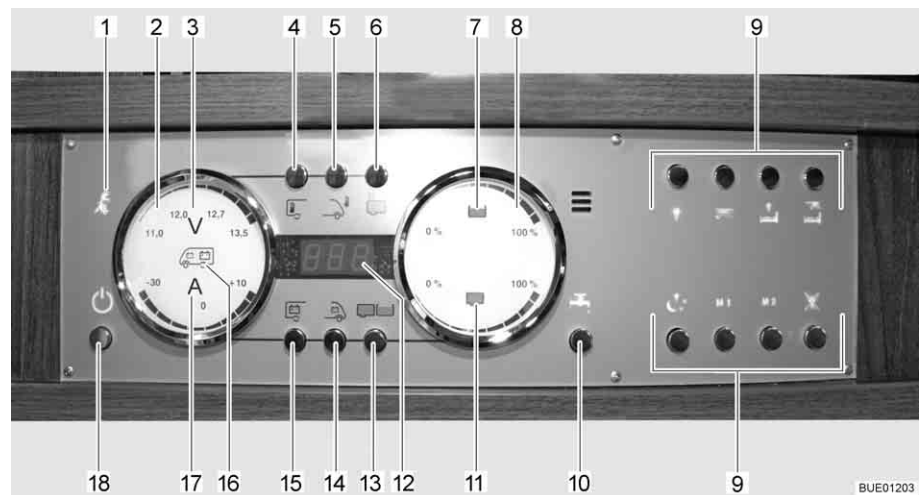

Fig. 153 Painel de controlo LT 510
A luz piloto amarela de 230 V (Fig. 153,1) acende-se, quando à entrada da central elétrica existe tensão de rede.
O interruptor principal de 12 V (Fig. 153,18) liga e desliga o painel de controlo e a alimentação de 12 V do habitáculo.
- Prima por breves instantes a tecla da alimentação de 12 V (Fig. 153,18). É ligada a alimentação de 12 V do habitáculo. A indicação de controlo "12 V" acende-se.
- ▷ Quando depois da ligação, o LED "11,0" da indicação da voltagem assim como o símbolo Volt "V" (Fig. 153,3) ficam a piscar no indicador das baterias (Fig. 153,2), então é porque a tensão da bateria do habitáculo está baixa. Carregue a bateria.
- ▷ Quando depois da ligação a indicação de controlo "12 V" e o símbolo Volt "V" (Fig. 153,3) piscam três vezes, então é porque está ativada a separação da bateria. Desative a separação da bateria.
- Prima por breves instantes a tecla da alimentação de 12 V (Fig. 153,18). É desligada a alimentação de 12 V do habitáculo. A indicação de controlo "Alimentação de 12 V" apaga-se.
- Prima a tecla da bateria do habitáculo (Fig. 153,15) e mantenha-a premida durante aprox. 10 segundos. O símbolo Volt "V" (Fig. 153,3) e a indicação de controlo "12 V" piscam três vezes. A bateria do habitáculo fica desligada da rede elétrica de 12 V.
- Prima a tecla da alimentação de 12 V (Fig. 153,18) e mantenha-a premida durante aprox. 5 segundos. O símbolo Volt "V" (Fig. 153,3) e a indicação de controlo "12 V" piscam três vezes. A bateria do habitáculo está ligada à rede elétrica de 12 V. A indicação de controlo acende-se passados aprox. 5 segundos.
- Prima a tecla Bateria do habitáculo (Fig. 153,15). O símbolo Volt "V" (Fig. 153,3) acende-se. O símbolo de Ampère "A" (Fig. 153,17) acende-se com luz branca ou vermelha de acordo com o nível de carga ou de descarga. A tensão da bateria e a corrente da bateria do habitáculo são indicadas através dos LEDs no indicador.
- Prima a tecla Bateria de arranque (Fig. 153,14). O símbolo Volt "V" (Fig. 153,3) acende-se. A tensão da bateria de arranque é indicada através dos LEDs no indicador.
- Prima a tecla Reservatórios (Fig. 153,13). Os símbolos do reservatório de água (Fig. 153,7) e do reservatório de águas residuais (Fig. 153,11) acendem-se. Os níveis de enchimento do reservatório de água (escala superior) e o do reservatório de águas residuais (escala inferior) são indicados por meio de LEDs no indicador.
O símbolo Reservatório de água (Fig. 153,7) ou o símbolo Reservatório de águas residuais (Fig. 153,11) pisca, quando o reservatório de água está vazio, ou o de águas residuais está cheio.